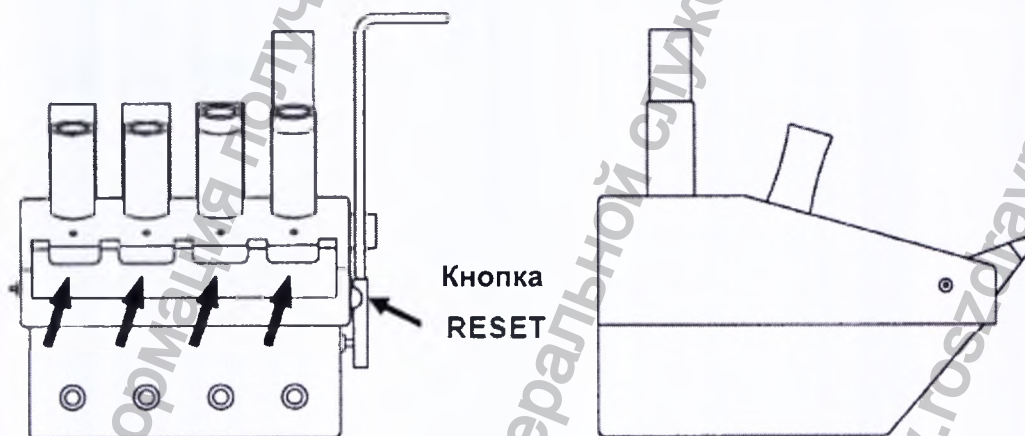

Рис. 8
- Дополнительной функцией эндоскопического центра является автоматическое определение используемого источника света. Благодаря этой функции можно активировать только те световые выходы, которые использовались в момент включения аппарата Basic Plus/Basic Plus Station. Выход определяется как "используемый", когда световой кабель помещен в отверстие соответствующего светового выхода (это означает, что световой барьер прерывается). Выходы, которые могут быть активированы, обозначены зеленым светодиодом. Светодиоды для выходов, которые не могут использоваться, остаются темными. Если необходимо активировать световой выход, обозначенный как "не используемый", подключите к выходу кабель холодного света и эндоскоп, после чего нажмите кнопку RESET на эндоскопическом центре (Рис. 8). Перед нажатием кнопки RESET необходимо убедиться, что кабель правильно размещен в отверстии соответствующего светового выхода.
Неиспользуемый источник света не должен быть активен длительное время (например, во время очистки эндоскопа), поскольку это может привести к нежелательному нагреванию устройства. Для дезактивации неиспользуемого светового выхода нажмите кнопку **RESET** на эндоскопическом центре (Рис. 8). Будет выполнен автоматический сброс системы, после чего активируются только фактически используемые выходы (функция доступна только в модели со световым барьером).